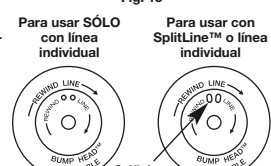

Fig. 16
Antes de operar esta unidad, párese en posición de operación (Fig. 16). Verifique lo siguiente:
6. Tome aproximadamente 20 pies (6 m) de nueva línea de corte, enlácela en dos longitudes iguales. Inserte cada extremo de la línea a través de uno de los dos orificios del carrete interior (Fig. 16). Pase la línea a través del carrete interior de modo que el lazo sea lo más pequeño posible.